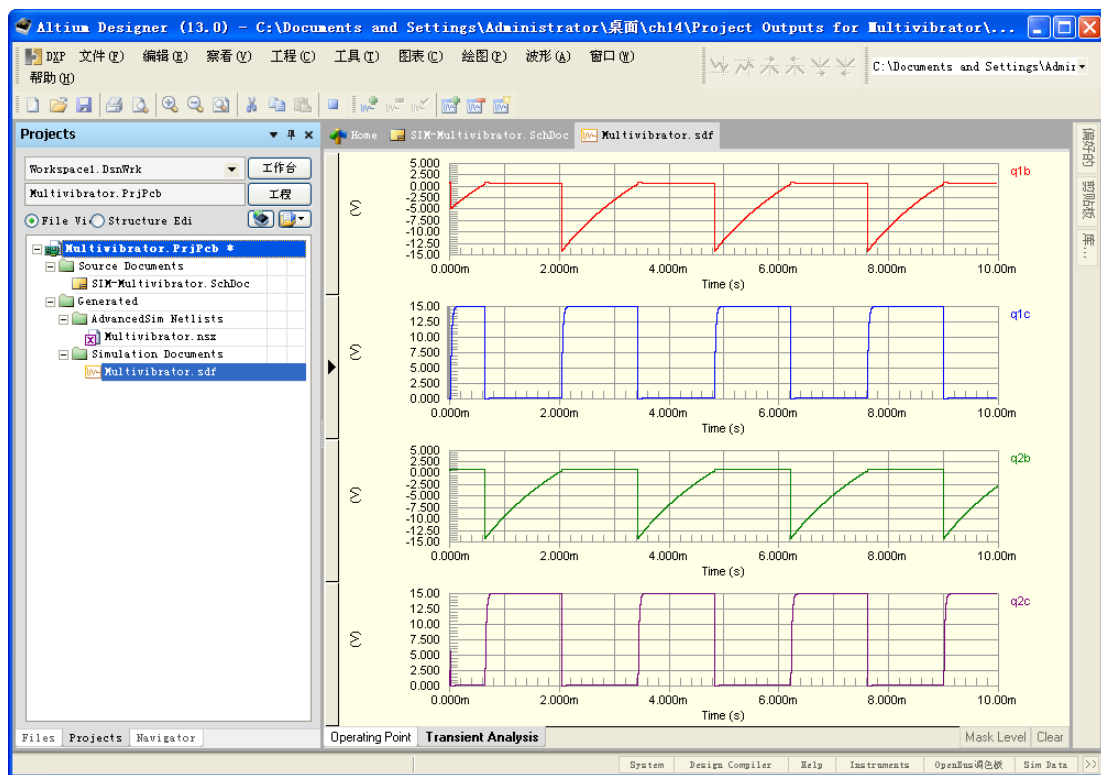

图14-21 仿真结果
Step2 设置完成,单击“确定”按钮,仿真会自动完成。弹出的“Message(信息)”窗口显示仿真过程。如果没有错误,完成仿真后可以关掉它。工作区显示仿真结果,如图14-21所示。由于本例并非高速数字电路,不会出现信号完整性的问题,可以不必进行信号完整性分析。